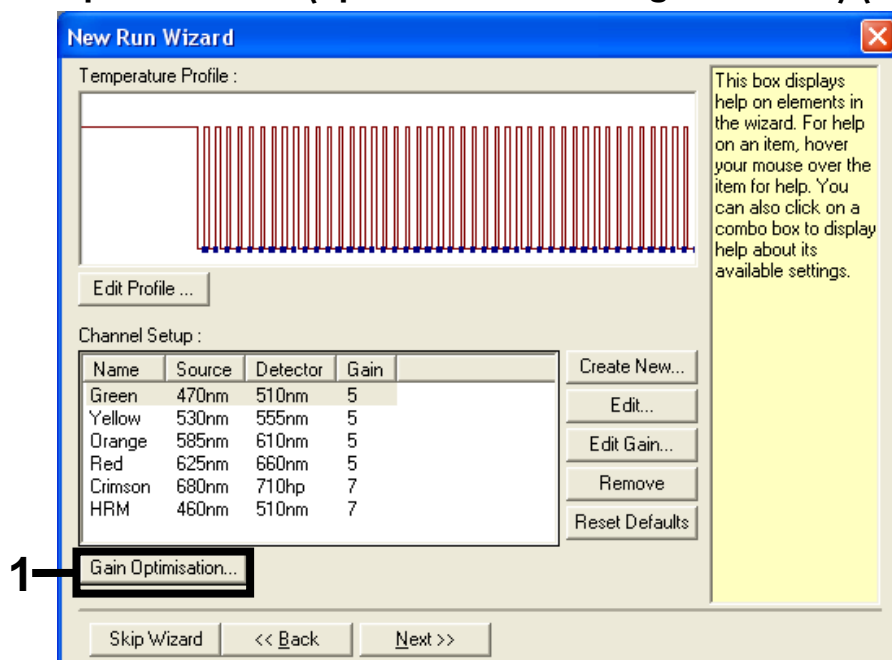

Figure 10. Optimisation de l'augmentation.
13. Dans la boîte de dialogue suivante, cliquer sur le bouton « Gain Optimisation » (optimisation de l'augmentation) (Figure 10).